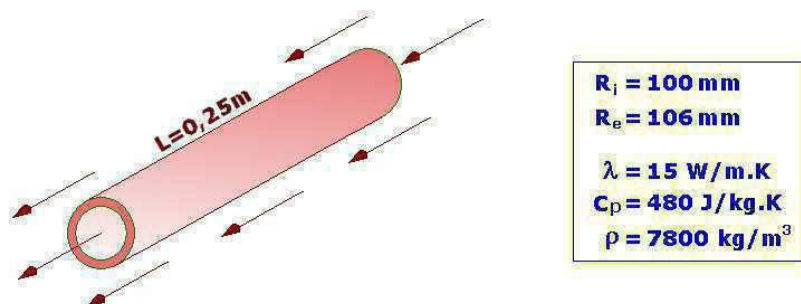

Figura 2
2. Durante o tratamento térmico de peças de aço com a forma, dimensões e propriedades indicadas na figura 2: